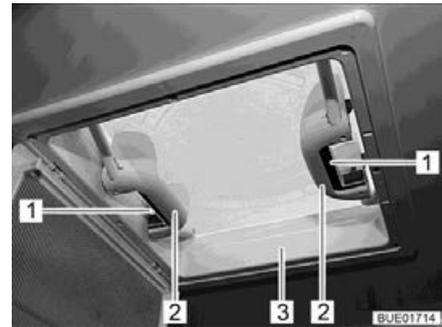

Bild 125 Griffe mit Schnappverschlüssen
- Schnappverschluss (Bild 125,1) zur Innenseite der Dachhaube (Bild 125,3) drücken. Gleichzeitig mit dem Griff (Bild 125,2) die Dachhaube nach oben drücken.
- Dachhaube (Bild 125,3) an beiden Griffen (Bild 125,2) kräftig nach unten ziehen, bis beide Schnappverschlüsse (Bild 125,1) eingerastet sind.